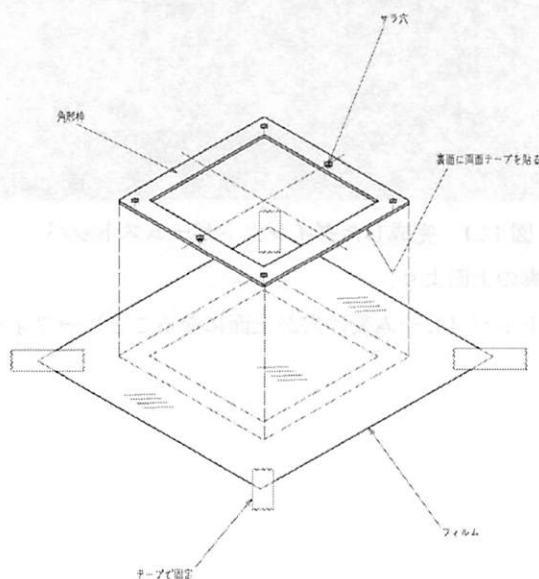

図 12.3 角形枠とフィルム
- (1) 角形枠に両面テープを貼ります（サラ穴面の裏面にフィルムを貼ります）。
- (2) 平らな面に交換するフィルムをテープで貼ります。フィルムは、しわ、たるみなどが無いように貼ります。
- (3) 枠にフィルムを貼ります。フィルムの上に角形枠を載せて、押し付けます（図 12.3）。